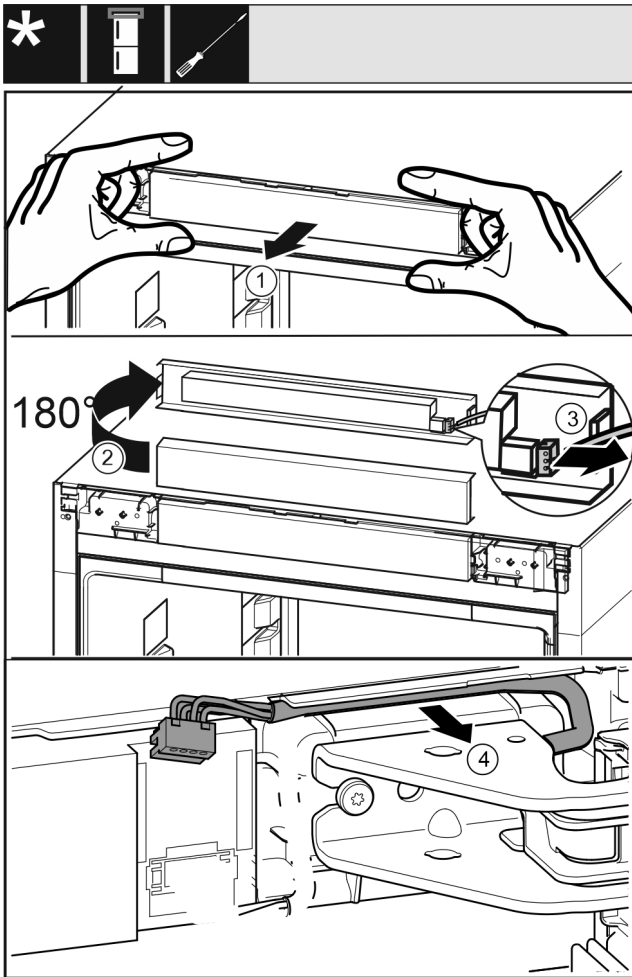

Fig. 18
- ▶ Poluzować ostrożnie zaślepkę panelu obsługowego Fig. 18 (1) do przodu.
- ▶ Obrócić zaślepkę panelu obsługowego Fig. 18 (2) do góry o 180°.
- ▶ Docisnąć zacpek Fig. 18 (3) do tyłu i wyciągnąć ostrożnie wtyczkę.
- ▶ Wyjąć ostrożnie kabel Fig. 18 (4) znajdujący się nad płytką zawiasu z przewodnicy.